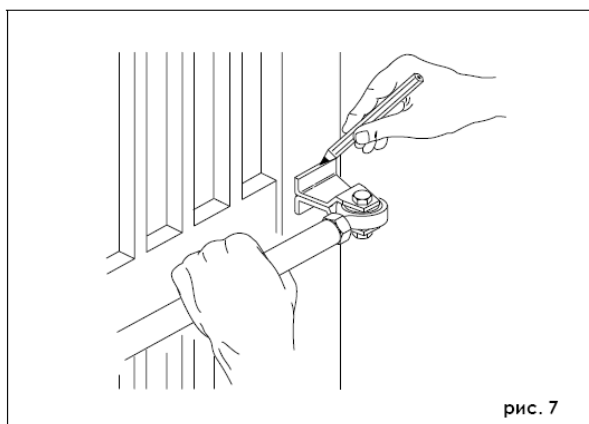

рис. 7
- 8) Закройте створку ворот и, удерживая привод строго горизонтально, наметьте место крепления переднего кронштейна к створке (рис. 7).